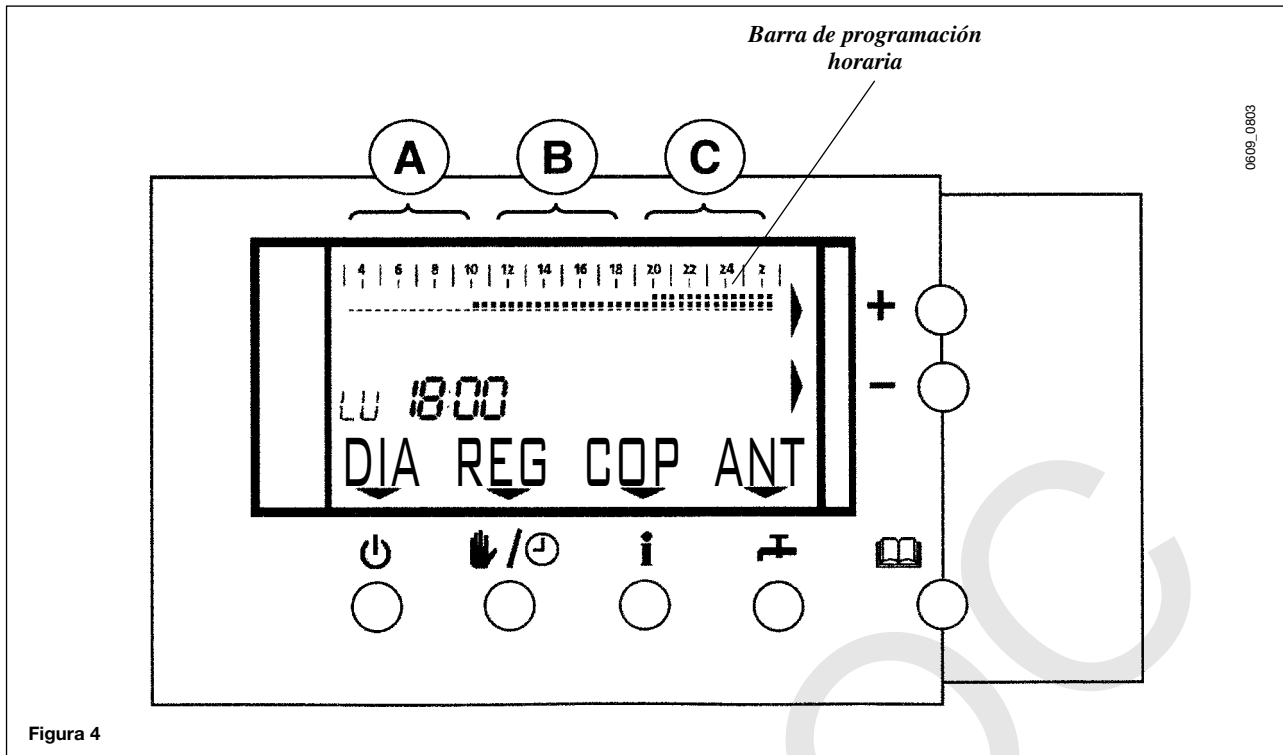

Figura 4
- ⇒ Configuración del reloj programador en calefacción y/o sanitario. Si se pulsa esta tecla, es posible acceder directamente al menú de configuración del reloj programador en calefacción (apartado 7.2.1 y figura 4) o acceder a la página CD (apartado 7.2.2).
- **Funcionamiento AUTOMÁTICO:** depende del funcionamiento del reloj programador. Esta función sólo se activa si se ha habilitado el funcionamiento de la calefacción CAL o SAN+RIS (vea apartado 4). La activación del modo AUTOMÁTICO se indica mediante la visualización de la barra de programación del reloj programador (figura 4) en el display).
La activación del modo AUTO se indica mediante la visualización de la barra de programación del reloj programador (figura 4). Las opciones disponibles son:
EJEMPLO DE PROGRAMACIÓN DIARIA *Lunes (figura 4)*